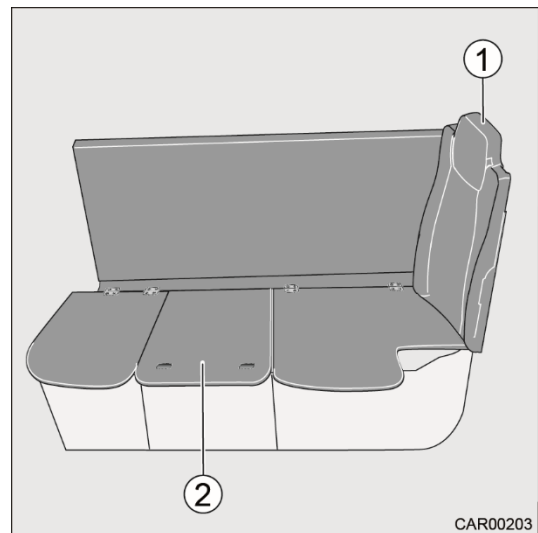

Fig. 25 Transformation du 5e siège
- Insérer le dossier du siège (Fig. 25/1) dans les guidages.
- Retirer la plaque de siège (Fig. 25/2) et la ranger.